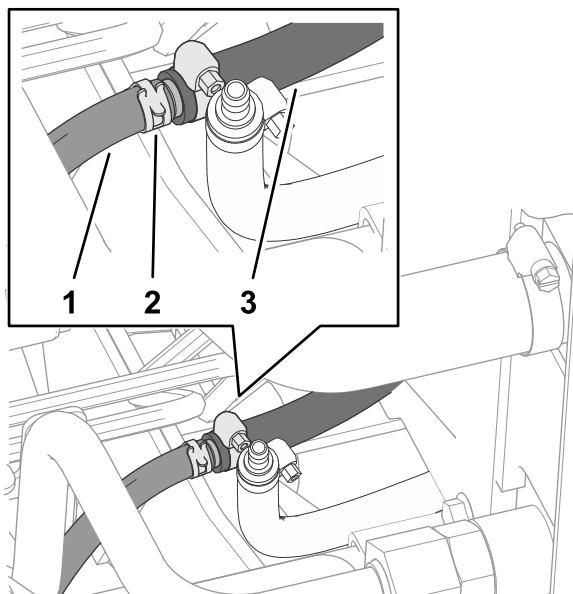

図 16
6. ステップ1で外してスプリング式ホースクランプを、マシンの燃料タンクホースに取り付ける 図 16。
7. 燃料タンクホースとホースクランプを、内側の燃料クーラホースのバープ式コネクタに接続する 図 16。